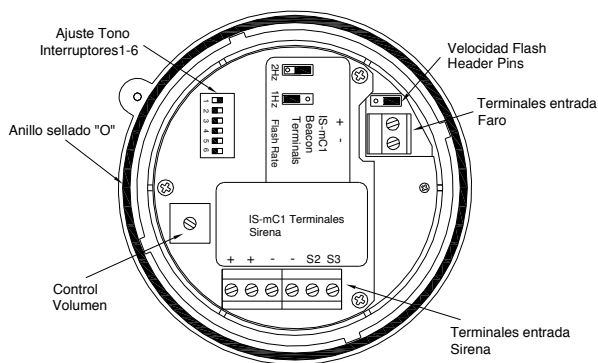

Fig. 2 Localización de los terminales de campo y controles
Power is supplied to the sounder section via the sounder input terminals + and - on the sounder PCB (see Fig 2) and the terminals have the following input safety parameters:
La energía se suministra a la luz a través de los terminales de entrada de faro + y - en la PBC de la luz (vea la Fig. 2) y los terminales tienen los siguientes parámetros de seguridad de entrada:
- Ajuste la cantidad requerida de prensaestopas de 20mm o entradas de conductos en la base y conecte el cableado de campo a los terminales de sirena apropiados, como se muestra en la sección 6 y Fig. 2 de este manual. Los terminales + y - de la fuente de alimentación están duplicados para que las sirenas se puedan conectar en paralelo, o se pueda instalar una resistencia de monitorización de fin de línea.
- Seleccione el tono de salida de la sirena requerido colocando los 6 interruptores como se muestra en la Tabla 1 Fig. 2
- Verifique que el aro de sellado "O" está correctamente colocado en la sección de la sirena/faro (ver Fig. 2) e insertar la sección de sirena/luz en la base. Empújelo completamente y gire en sentido a las agujas del reloj para alinear las molduras antes de apretar el tornillo de seguridad.
**Selección de Tono** – Para seleccionar el tono de 1ª etapa requerido, configure los interruptores de tono 1 a 6 (ver Fig. 2) a la configuración de tono que se muestra en la siguiente tabla. La tabla también muestra qué tonos de la 2ª y 3ª etapa están disponibles para su uso con el tono de 1ª etapa seleccionado si se requiere más de una etapa de salida de tono.